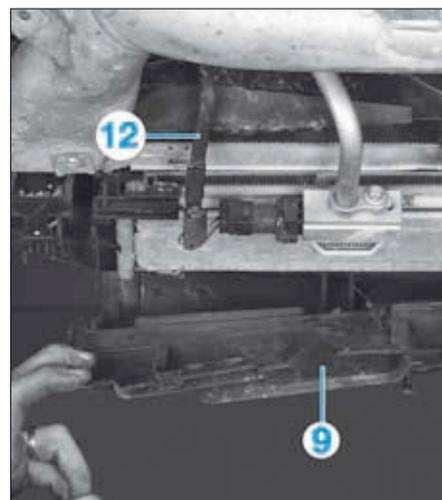

FIG. 46
- Dégrafer le faisceau électrique (12) du pressostat hors du déflecteur (9) (Fig.46).